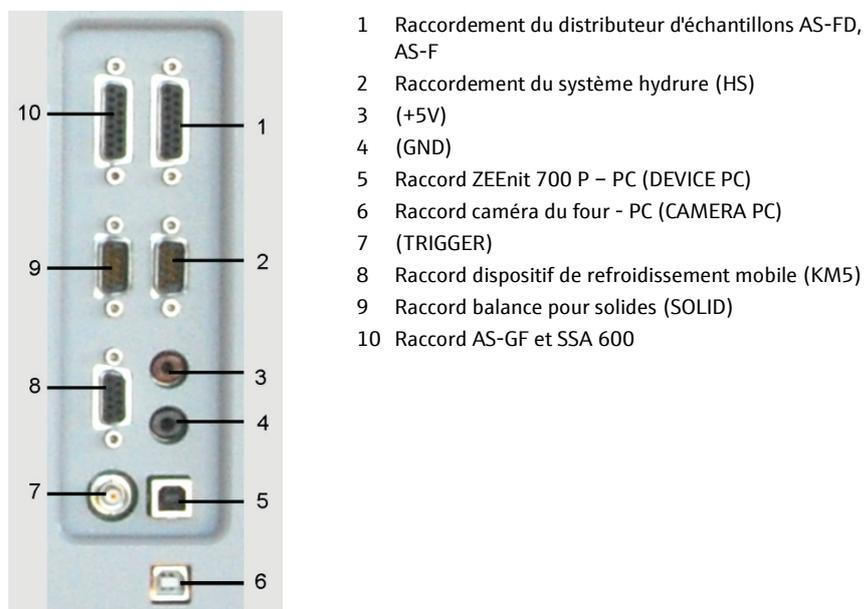

Fig. 23 Bloc de jonction pour les raccordements d'alimentation et de commande
7. Relier le PC et le ZEEnit 700 P à l'aide d'un câble USB (5, Fig. 23).